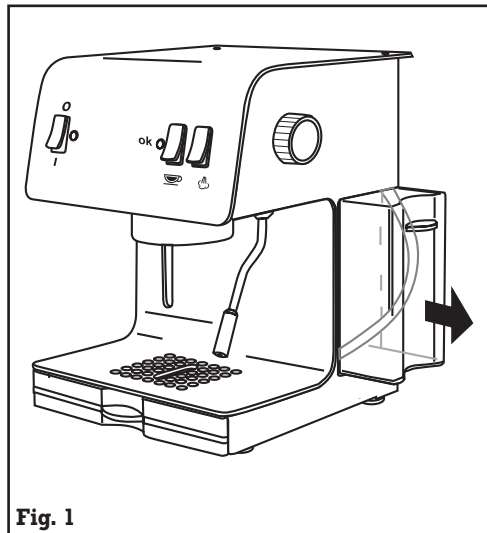

Fig. 1
Extraer el depósito (C) de su alojamiento (fig. 1), lavarlo y después de aclararlo bien llenarlo con agua fría. Colocarlos nuevamente en su sitio asegurándose de que el tubo queda sumergido en el agua.